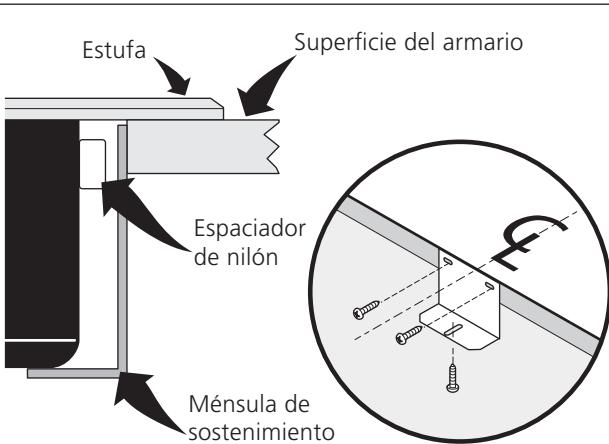

Figura 7
2. Instale las ménsulas de sostén (ver Figura 7).
Las ménsulas de sostén TIENEN QUE instalarse, a satisfacción de los códigos locales o, en su ausencia, con el Código Eléctrico Nacional ANSI/NFPA No. 70-Última edición, o con la Norma CSA C22.1, Código Eléctrico Canadiense, Parte 1 (Figura 7).